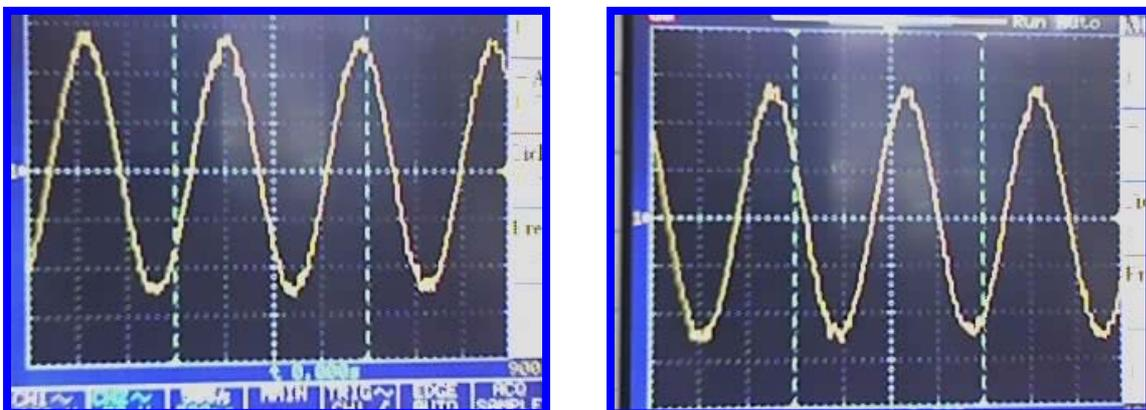

Figura 4.123 Señal sen (0°) y señal sen (90°).
10.- Señal generada. En la Figura 4.123 muestra un ejemplo de la señal generada y desfasada 90° por medio del puerto PAD12\_AN12\_KWA12.